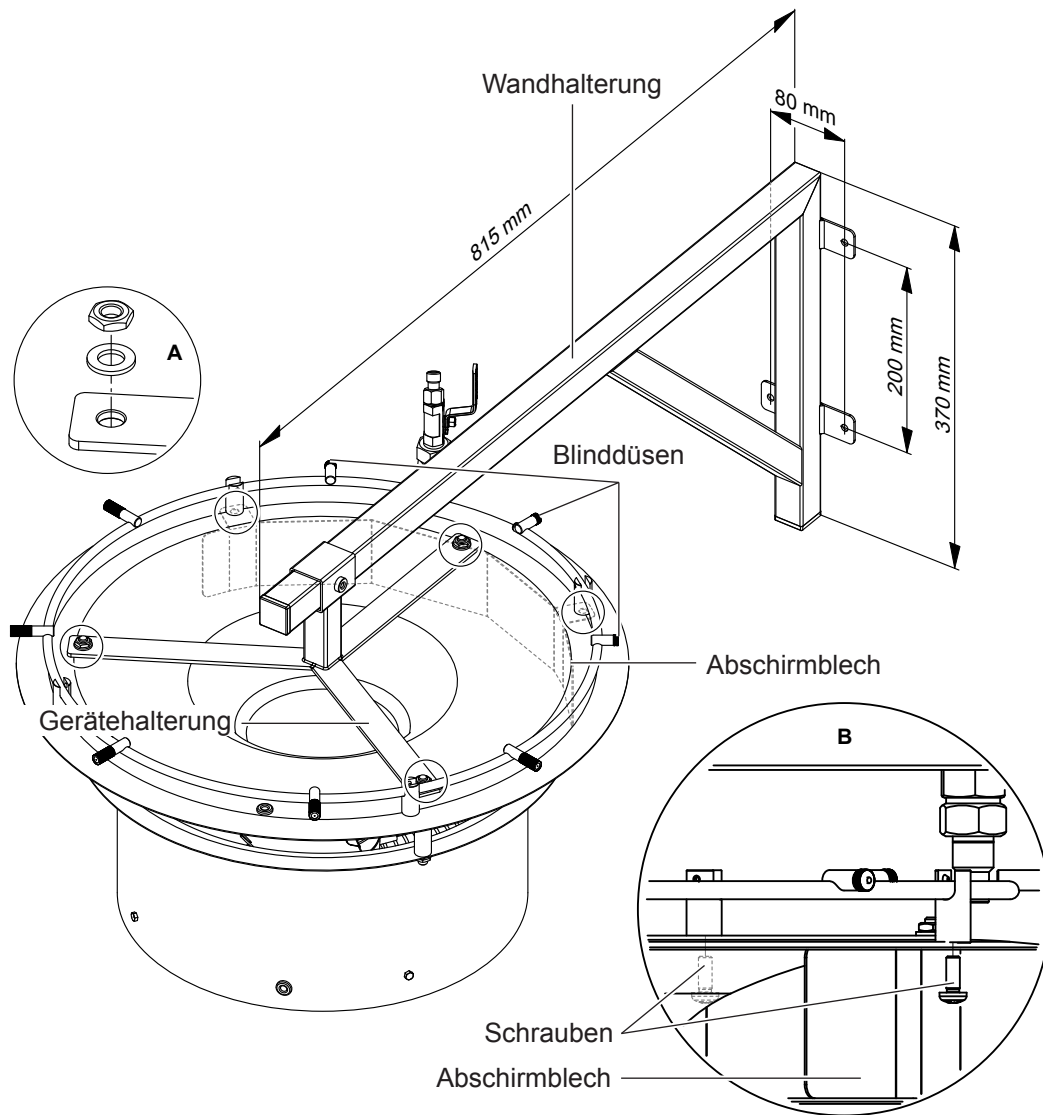

Abb. 29: Wandmontage Condair Vita Space
3. Befestigen Sie das mitgelieferte Abschirmblech auf der zur Wand zeigenden Seite von unten mit den zwei Schrauben am Prallblech (siehe Abb. 29, Detail A).
5. Befestigen Sie die dreischenkligige Gerätehalterung mit den Muttern und Unterlegscheiben am Prallblech des Condair Vita Space Verneblers (siehe Abb. 29, Detail B).